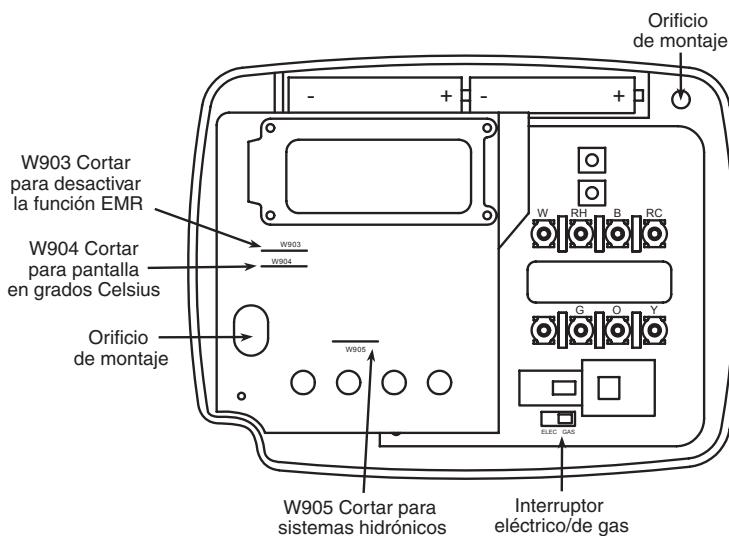

Figura 1. Base del termostato
• **CONVERTIBILIDAD °F/°C** — El ajuste predeterminado de fábrica es en grados Fahrenheit. Cortando el puente W904 en la placa de circuito (vea la figura 1) puede cambiar la configuración a grados Celsius.
Este termostato está configurado de fábrica para operar un sistema de aire forzado con combustible fósil (gas, aceite, etc.) de calor/frío. Está correctamente configurado para cualquier sistema que NO requiera que el termostato energice el ventilador en una llamada de calor. Si su sistema es un sistema eléctrico o de bomba de calor que REQUIERE que el termostato encienda el ventilador en una llamada de calor, ubique el interruptor **GAS/ELECTRIC** (vea la figura 1) y colóquelo en la posición **ELECTRIC**. Esto permitirá al termostato energizar el ventilador inmediatamente en una llamada de calor. Si no está seguro si el sistema de calefacción/refrigeración requiere que el termostato controle el ventilador, póngase en contacto con un servicio técnico de calefacción y aire acondicionado calificado.
Para desactivar el EMR, corte el cable de puente W903 (vea la figura 1).
5. Fije la base a la pared sin ajustarla demasiado, como muestra la figura 1, usando dos tornillos de montaje. Ajústela hasta que quede bien nivelada y luego apriete los tornillos. (Esto es por razones estéticas solamente y no afectará el funcionamiento del termostato.) Si utiliza los orificios de montaje existentes, o si los orificios perforados son demasiado grandes y no le permiten ajustar bien la base, use anclajes plásticos para fijar la subbase.
Este termostato requiere 2 pilas alcalinas "AAA" para funcionar. Si aparece el mensaje **CHANGE**  significa que las pilas tienen poca carga y deben cambiarse. Para obtener resultados óptimos, cambie las pilas una vez al año por pilas alcalinas nuevas de alguna marca líder como Duracell® o Energizer®. Para cambiar las pilas, instálelas a lo largo de la parte superior de la base (vea la figura 1). Las pilas deben instalarse con los polos positivos (+) hacia la derecha.